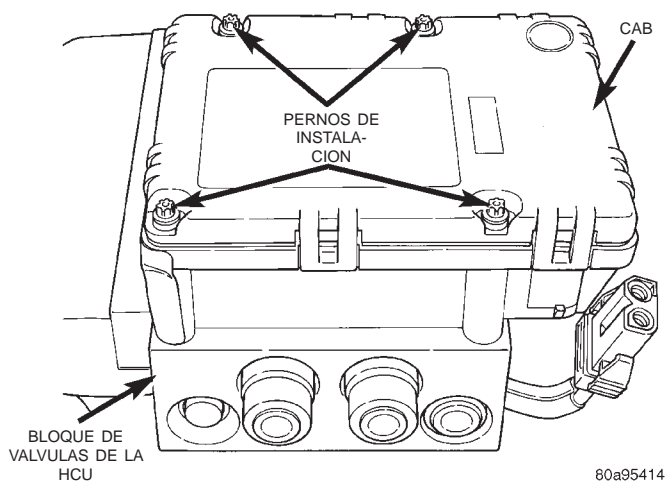

Fig. 34 Pernos de fijación del CAB
- (3) Retire los 4 pernos (Fig. 34) que fijan el CAB a la HCU.
- (2) Instale los 4 pernos que fijan el CAB (Fig. 34) en la HCU. Apriete los pernos de instalación del CAB con una torsión de 2 N·m (17 lbs. pulg.).